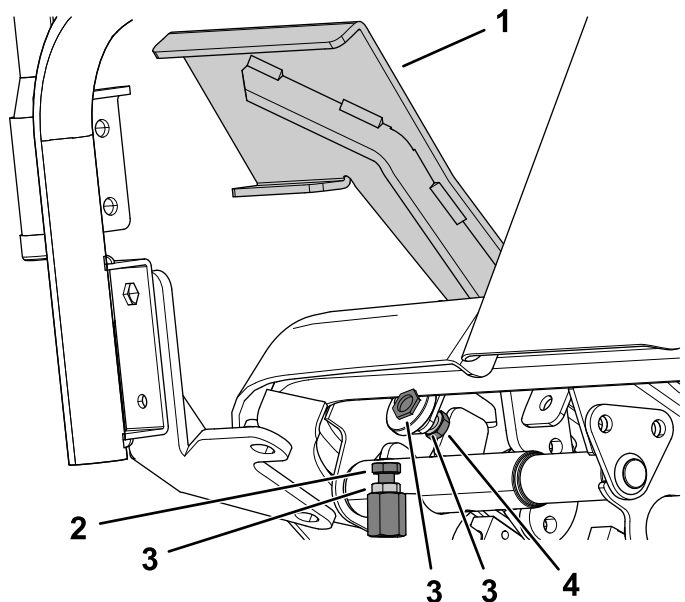

図 96
1. 走行ペダルを前進一杯に押し込む **図 96**。
- A. レンチを使用して、前進用ペダルストップを保持しながら、ブラケットの裏側にあるジャムナットをゆるめる **図 96**。
- B. 走行ペダルを希望位置に動かす **図 96**。
- C. ブラケット裏側のジャムナットで、ペダルストップが走行ペダルに当たるように調整する **図 96**。